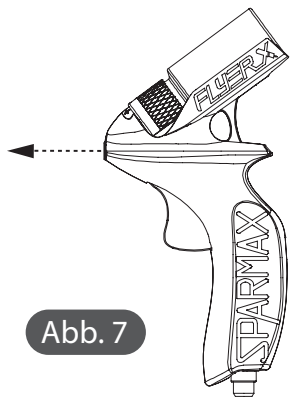

Abb. 7
1. Verwenden Sie die Referenzlinie am vorderen Gehäuse, um die Sprührichtung leichter zu erkennen und besser kontrollieren zu können. **Abb. 7**